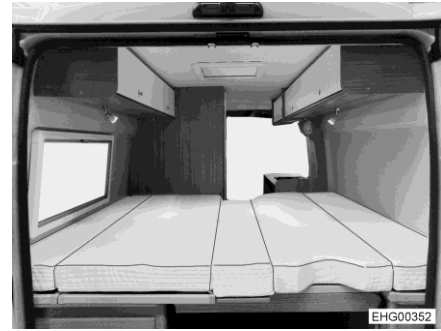

Fig. 38 Matelas
- Poser les matelas (Fig. 38) sur le sommier.